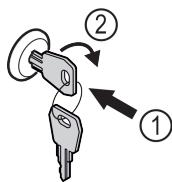

Fig. 151
- Vstavite ključ Fig. 151 (1).
- Ključ obrnite v smeri urnih kazalcev za 90° Fig. 151 (2).